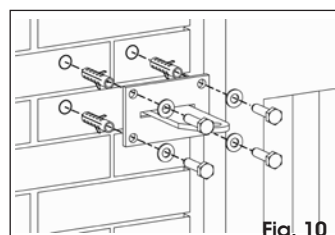

Fig. 10
- ii- Fixer le tout au pilier en utilisant des systèmes de fixation adéquats (Fig. 10).